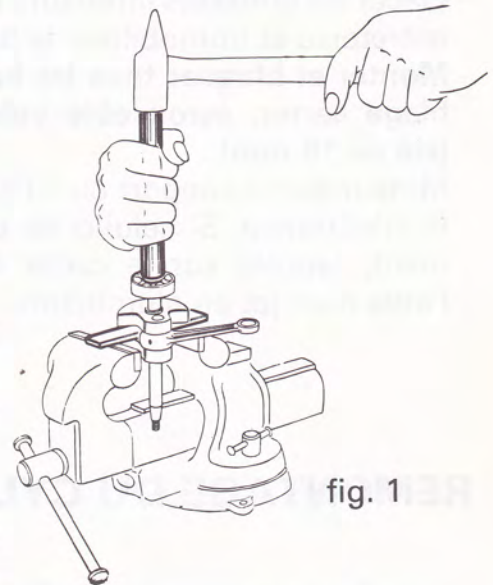

fig. 1
- Monter les roulements sur le vilebrequin (fig. 1).
- Introduire la lame d'acier réf. 1487 (fig. 1) entre les deux masses de vilebrequin.
- Placer cet ensemble entre les mors d'un étau (fig. 1).
- Enfoncez le roulement bien à fond à l'aide du tube réf. 1486 (fig. 1).